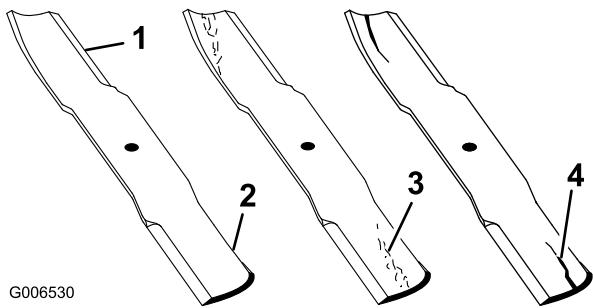

Bild 54
1. Untersuchen Sie die Schnittkanten (Bild 54). Entfernen und schärfen Sie die Messer, wenn die Schnittkanten nicht scharf sind oder Auskerbungen aufweisen. Siehe Schärfen der Messer“.
2. Prüfen Sie die Schnittmesser, insbesondere den gebogenen Bereich (Bild 54). Wenn Sie Schäden, Verschleiß oder Rillenbildung in diesem Bereich feststellen (Bild 54), sollten Sie sofort ein neues Schnittmesser einbauen.